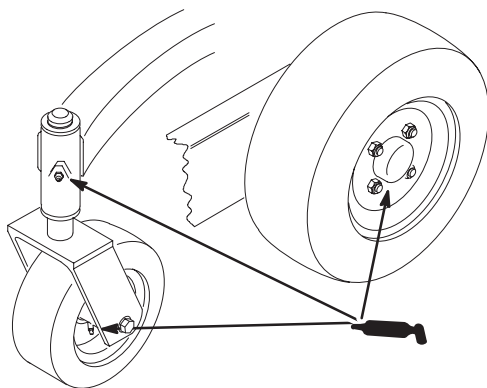

Bild 30
1. Fetten Sie die Lager der Vorderräder und vorderen Spindeln ein, bis das Fett beginnt, aus den Lagern auszutreten (Bild 30).
4. Entfernen Sie den Fettdeckel vom Hinterrad. Fetten Sie das Lager am Hinterrad ein (Bild 30).